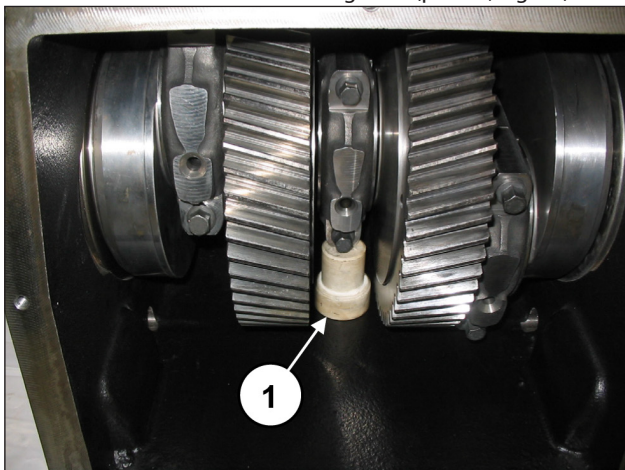

Fig. 13
Inserire uno spessore sotto al fusto della biella centrale per bloccare la rotazione dell'albero a gomiti (pos. ①, Fig. 13).